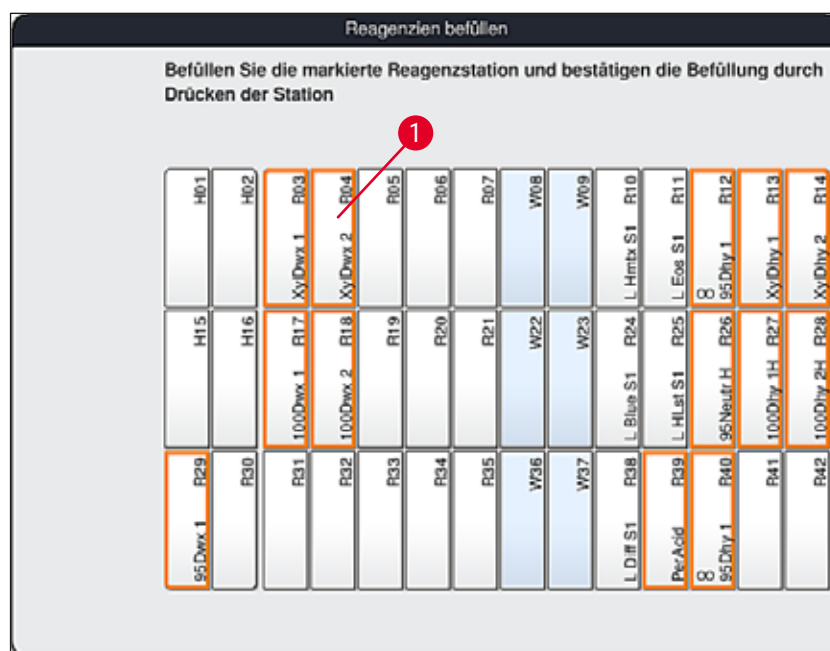

Abb. 55
2. Im neuen Fenster **Reagenzien befüllen** (→ "Abb. 55") sind die zu befüllenden Stationen orange markiert (→ "Abb. 55-1").
Nur benutzerdefinierte und ergänzende Reagenzien der Leica Färbeprogramme werden orange markiert angezeigt (→ "Abb. 55"). Die Reagenzien der Leica Reagenzien Kits werden anschließend eingelesen (→ S. 82 – Einfüllen der Leica Reagenzien Kit Reagenzien).